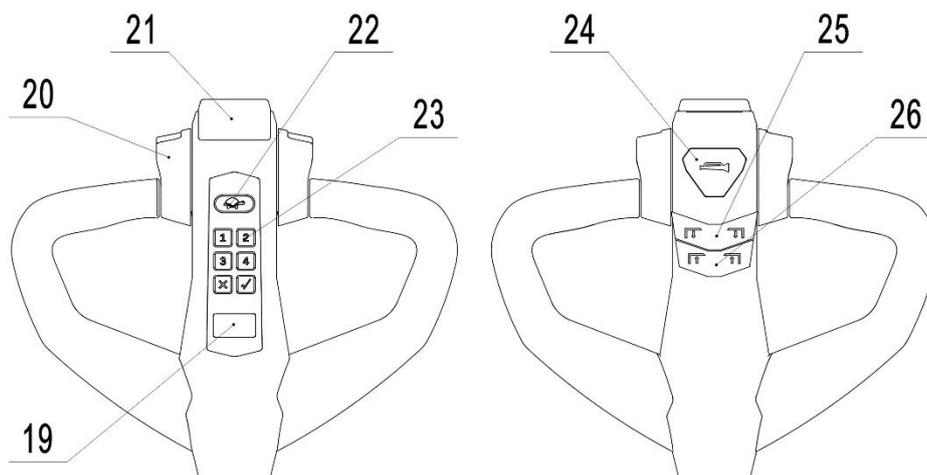
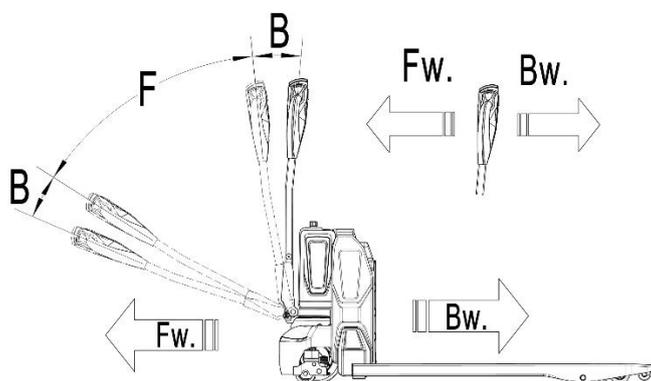

Рис.6: Рукоятка управления
Рис. 8: Направление движения
Запуск тележки можно провести двумя способами: вручную введя код доступа на ПИН-панели (рис. 6, поз. 23) и нажав кнопку «√», или с помощью карты доступа (ID карта) (PSE20N Pro).
Разместите тележку с полностью опущенными вилами под паллетом. Нажмите кнопку подъема (рис. 6, поз. 25), до тех пор, пока не будет достигнута требуемая высота подъема.
Опускание груза производится путем нажатия клавиши спуска (рис. 6, поз. 26). Полностью опустите вилы, убедитесь в отсутствии препятствий позади тележки и аккуратно откатите тележку из-под груза.
ПЕРЕВОЗИТЕ ГРУЗ ПО НАКЛОННОЙ ПОВЕРХНОСТИ, РАСПОЛОЖИВ ГРУЗ В СТОРОНУ ПОДЪЕМА (РИС. 8).
После запуска тележки вводом кода или картой доступа переведите рукоятку в рабочее положение («F», рис. 8)
Отклоните маховики управления в нужном направлении «вперед» («Fw», рис. 8) или «назад» («Bw», рис. 8). Контролируйте скорость передвижения с помощью лепестков маховика (рис. 6, поз. 20) для достижения требуемой скорости.
Нажмите на кнопку замедленного хода с пиктограммой «черепахи» (рис. 6, поз. 22) для перевода тележки в режим перемещения на малой скорости. Повторное нажатие на клавишу вернет тележку в стандартный режим. Нажмите и удерживайте клавишу в течение 2-х секунд для включения режима работы тележки с рукояткой, расположенной в вертикальном положении в условиях узкого пространства.
- Переключение лепестков управления (рис. 6, поз. 20) обратно в начальное положение или освобождение лепестков активирует систему торможения. Тележка тормозит до полной остановки.
- При переключении лепестков управления (рис. 6, поз. 20) из положения «движение в одном направлении» в положение «движение в противоположном направлении», тележка постепенно тормозит, пока не начнет движение в противоположном направлении.
Кнопка противоотката (рис. 6, поз. 21) защищает оператора от получения повреждений и травм. При нажатии этой кнопки тележка тормозит и/или начинает движение в противоположном направлении («В») на небольшое расстояние и останавливается. Необходимо помнить, что эта кнопка действует, даже если тележка не едет, но рукоятка управления находится в рабочем положении.